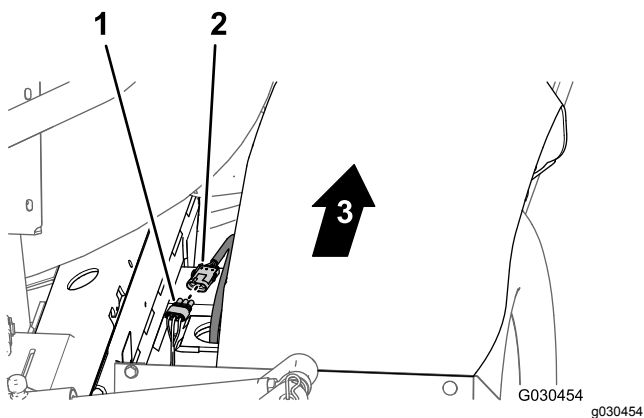

图135
- 在机器后部右机架管与右挡泥板之间将右液压驱动马达上速度传感器线束的3针接头连接至后主线束的3插槽接头未标记图135。